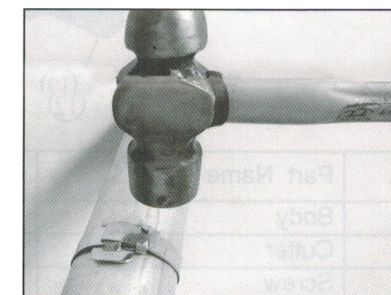

Рис. 6
9. С помощью молотка загнуть фиксаторы скрепы и зафиксировать конец ленты. См. рис. 6.